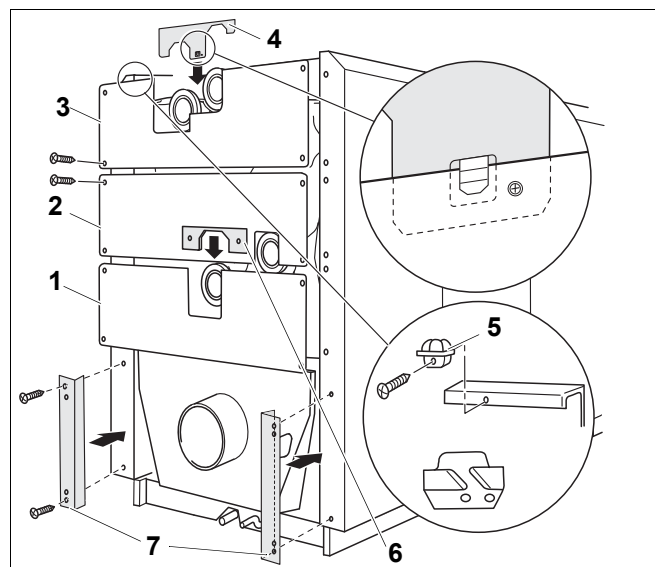

Рис. 26 Монтаж задней стенки
Задняя стенка состоит из 7 частей (рис. 26).
- Закрепите нижнюю заднюю стенку (рис. 26, **поз. 1**) 2 саморезами слева и 2 саморезами справа к отбортовке боковой стенки.
- Прикрепите двумя саморезами малый средний элемент (рис. 26, **поз. 6**) отбортовкой внутрь к нижней задней стенке (рис. 26, **поз. 1**).
- Вставьте среднюю заднюю стенку (рис. 26, **поз. 2**) Z-образной отбортовкой за нижнюю заднюю стенку **поз. 1**, приложите ее к отбортовке боковых стенок и закрепите двумя саморезами справа и слева.
- Вставьте верхнюю заднюю стенку (рис. 26, **поз. 3**) Z-образной отбортовкой за среднюю заднюю стенку, приложите ее к отбортовке боковых стенок и закрепите двумя саморезами справа и слева.
- Вставьте верхний малый элемент (рис. 26, **поз. 4**) с язычком в верхнюю заднюю стенку и закрепите саморезом.
- Установите одно или два крепления кабеля (рис. 26, **поз. 5**) или кабельный канал на верхней задней стенке.
- Прикрепите левую и правую планки (рис. 26, **поз. 7**) двумя саморезами к боковой стенке.
Экспликация к рис. 26